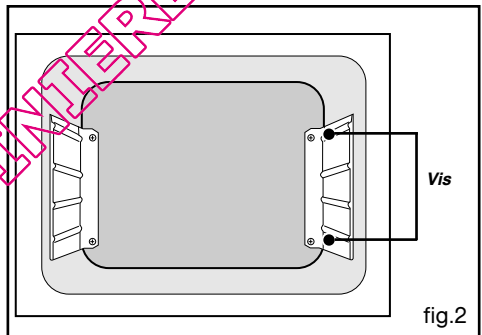

fig.2
- Dévissez les 2 vis maintenant chacune des parois latérales (Fig.2). Retirez les parois en les faisant pivoter autour des pattes de maintien situées à l'avant de la cavité (Fig.3).